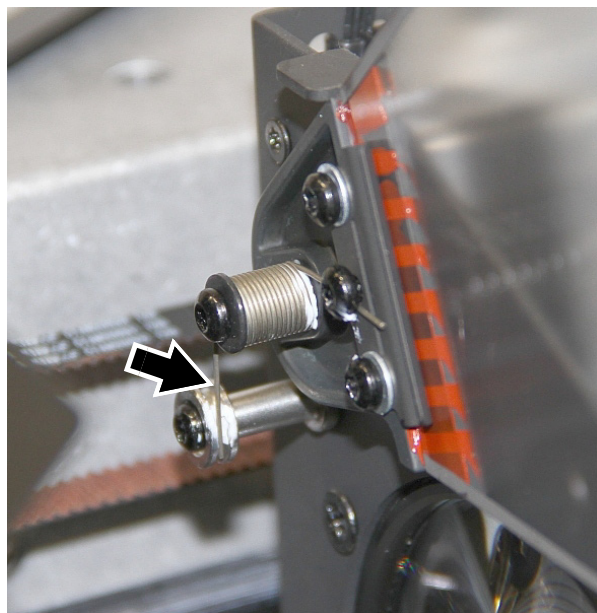

Figure 28: Ressort du filtre de frost
5. Voir Figure 28. Soulevez l'extrémité du ressort (voir ci-contre) et dégagez-le de sa rainure dans la butée. Ne retirez pas la graisse haute température de la butée.
8. Voir Figure 28. Si nécessaire, étalez la graisse haute température de la butée pour qu'elle vienne au contact du ressort du nouveau filtre. Engagez le ressort du nouveau filtre. Engagez le ressort (voir ci-contre) dans la rainure comme illustré.